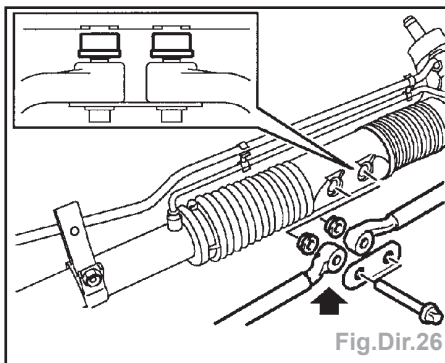

Fig.Dir.26
- Enlever le boulon Torx maintenant la barre d'accouplement sur la crémaillère de direction assistée. Jeter le boulon Torx (Fig.Dir.26).